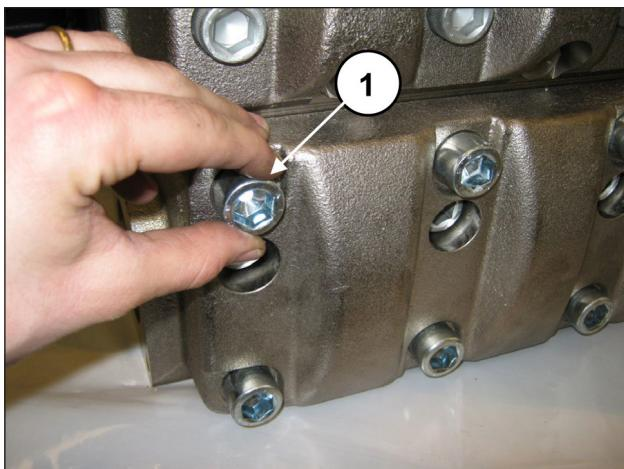

Fig. 154
Insérer la bague anti-extrusion, rep. vue éclatée 23 (rep. ①, Fig. 154).